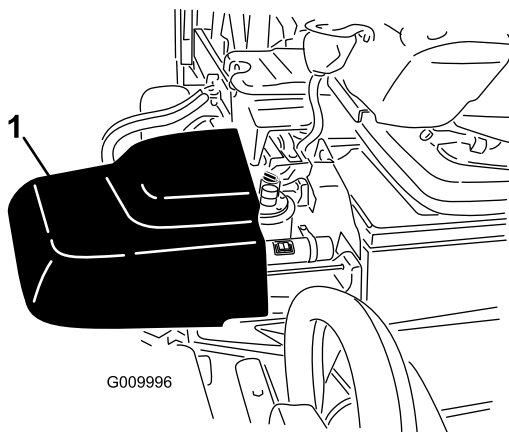

Figura 16
2. Sollevate delicatamente il coperchio del serbatoio afferrandolo ai lati esterni e tirate fuori la copertura del serbatoio idraulico per esporre il collo del bocchettone e del tappo del serbatoio idraulico (Figura 16).